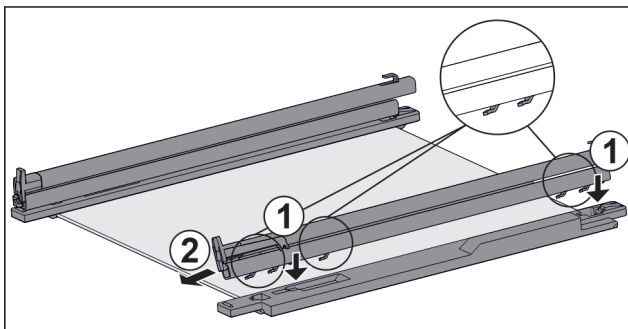

Fig. 160 Glasplatte mit Schienen und Halteteilen
- Haken der Schiene auf die Öffnungen des **linken** Halteteils setzen. Fig. 160 (1)
- Schiene nach vorne ziehen. Fig. 160 (2)
- Haken der Schiene auf die Öffnungen des **rechten** Halteteils setzen. Fig. 160 (1)